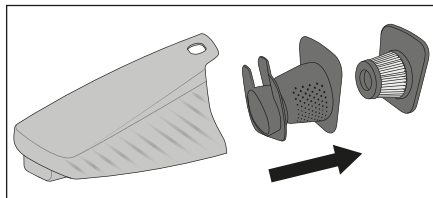

Fig. 4
- Commencez par sortir le filtre EPA 5 et ensuite le filtre grossier hors du bac à poussière (fig. 4). Tapotez ces deux pièces au-dessus d'une poubelle ou similaire. Si nécessaire, vous pouvez rincer le filtre EPA à l'eau claire. Ensuite, laissez-le sécher entièrement à l'air.